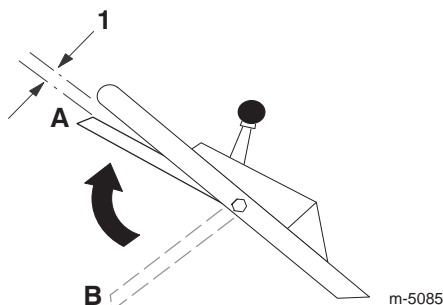

Figura 16
9. Levante la barra de control de la cuchilla hasta unos 2,5 cm del manillar; consulte la posición A de la Figura 16.